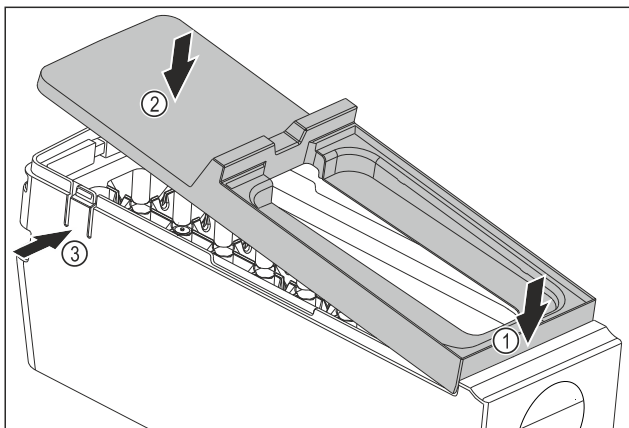

Fig. 79
- ▶ Montați apărătoarea corpului EasyTwist-Ice: Așezați în față apărătoarea. Fig. 79 (1)
- ▶ Coborâți în spate apărătoarea. Fig. 79 (2)
- ▷ Apărătoarea se fixează în poziție cu zgomot specific în cele două eclise Fig. 79 (3).